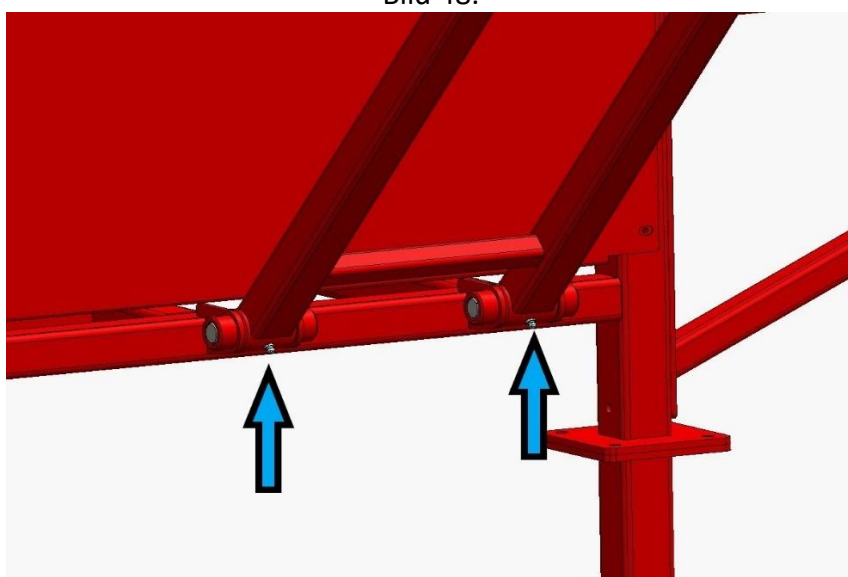

Bild 49.
9. Inmatningsbordets fotnipplar (2 st. på bild 49).